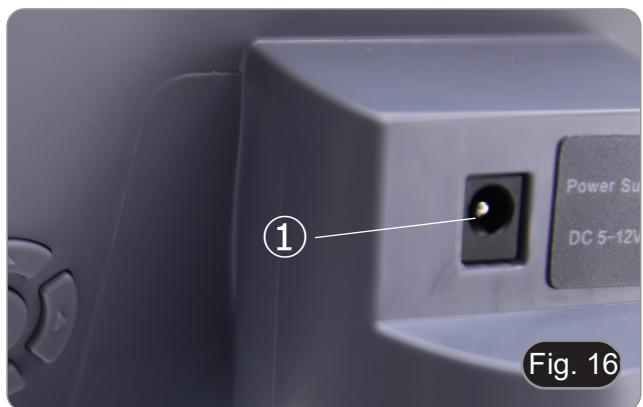

Fig. 16
1. Inserire l'alimentatore nella presa di corrente ① posta sul lato posteriore della fotocamera. (Fig. 16)